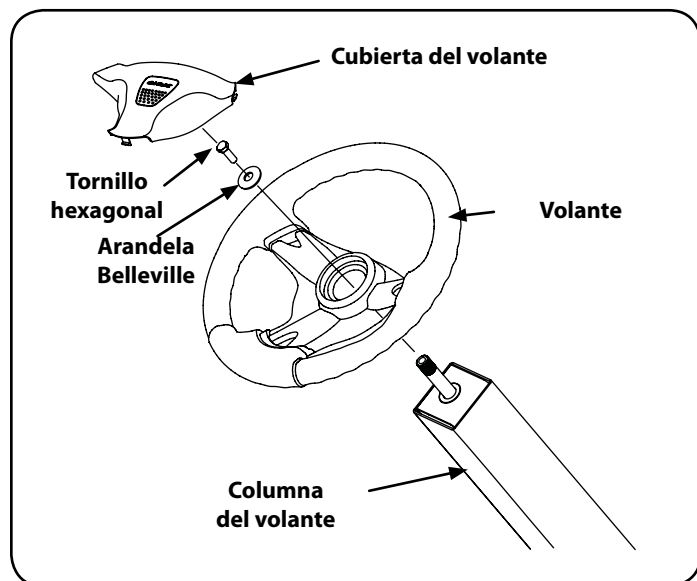

Figura 3
- Coloque la arandela plana y la arandela belleville por encima del volante y ajústelas con el tornillo hexagonal. Vea la Figura 3.